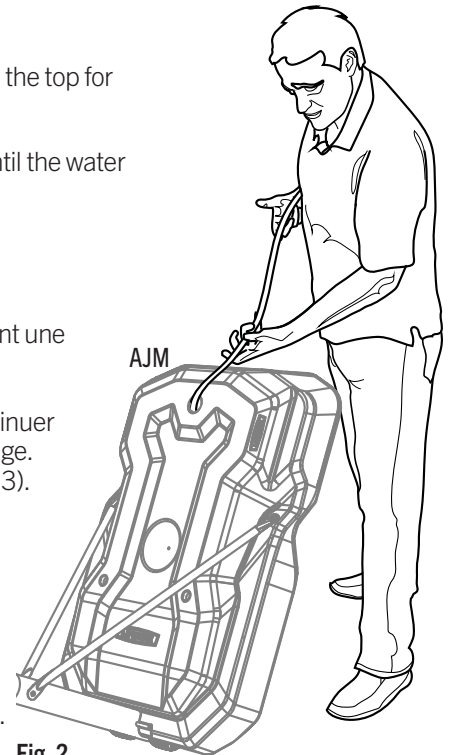

Fig. 2
2. Usando una manguera, llenar la base de agua fría hasta el orificio de llenada (Fig. 2).